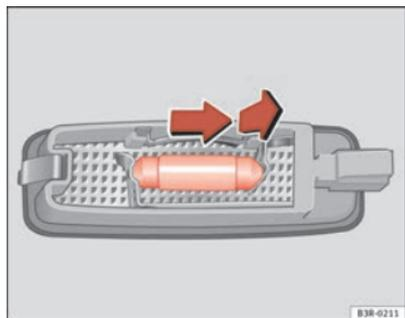

Fig. 229 Desmontagem da luz da pala de sol
- Retirar a lâmpada, movendo-a no sentido da seta e para fora ⇒ fig. 229. ■